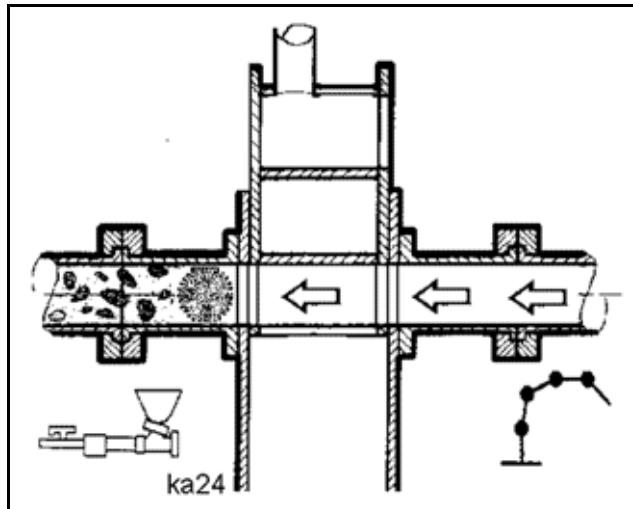

Fig. 606
- Extend the chamber once more (**Fig. 606**).